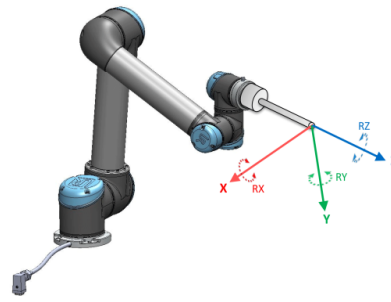

Figura 13.2: Opțiune sculă (TCP)
- Caracteristica sculă este amplasată cu originea în centrul TCP curent (vezi figura 13.2)